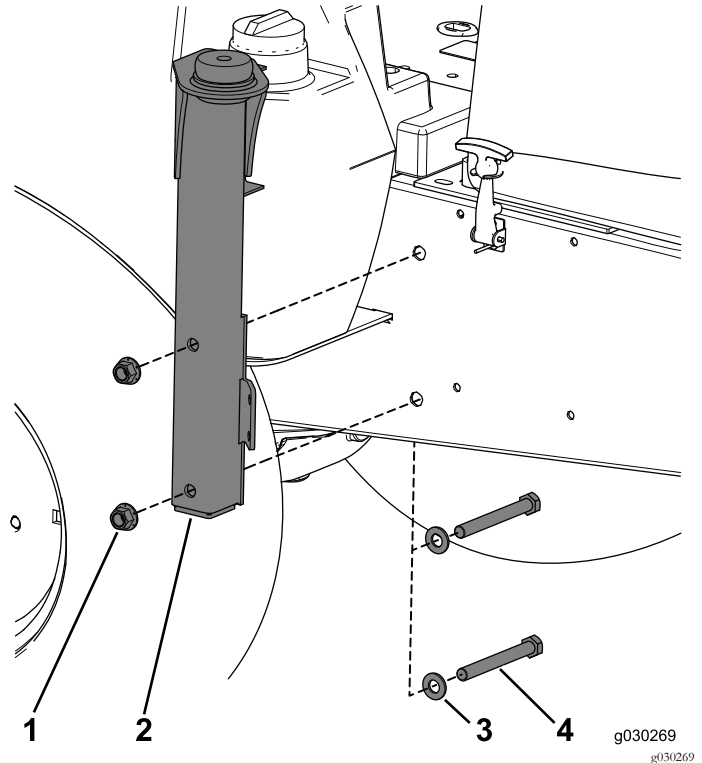

Bild 15
1. Befestigen Sie die linke Befestigung mit zwei Schrauben ($\frac{1}{2}$ " x $4\frac{1}{2}$ "), zwei kleinen Scheiben und zwei Sicherungsmuttern an der Maschine (Bild 15).